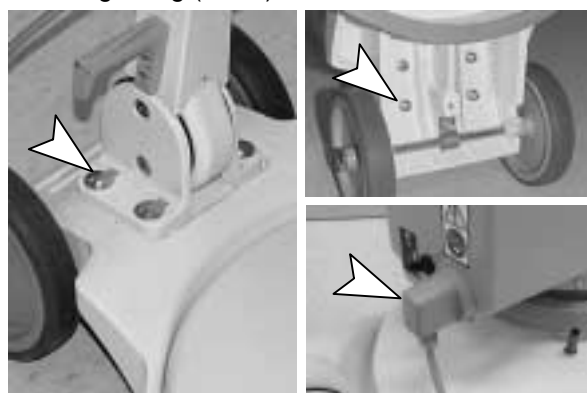

BILD. 1
1. Placera handtaget vid basen som bilden visar. Skjut de fyra (4) skruvarna som medföljer genom handtagets övre del och in i maskinbasen. Vrid åt skruvarna med muttrar och skivor från undre sidan med en 13 mm skiftnyckel (bild 1).
2. Koppla strömsladden till strömställarhusets laddningsuttag (bild 1).